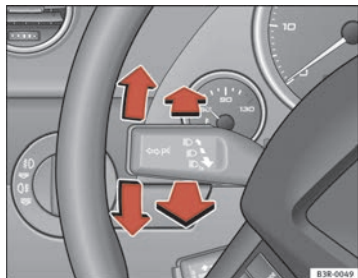

Fig. 93 Levier des clignotants et des feux de route
- Repoussez le levier jusqu'en butée supérieure pour faire fonctionner les clignotants droits, ou inférieure pour faire fonctionner les clignotants gauches $\Rightarrow$ fig. 93.